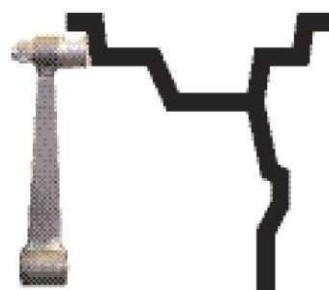

Рис. 10.1
11.2. Данная модель СБ снабжена устройством, позволяющим автоматически вводить диаметр колеса и дистанцию до колеса. Для этого необходимо, взяв за рукоятку, вытянуть из корпуса СБ штангу ввода параметров, подвести палец на конце рукоятки к месту установки корректирующих грузов на внутренней стороне диска (см. рис. 10.1) и удерживать штангу в этом положении до появления звукового сигнала, после чего возвратить штангу в исходное положение. При этом экран
**Примечание:** На маркировке диска указывается диаметр по посадке резины. А с помощью выдвижной штанги вводится диаметр места установки груза, например, на (рис. 10.1) вводится диаметр места установки груза на пружинке, который больше диаметра по посадке резины примерно на 1 дюйм. Поэтому диаметр, введенный выдвижной штангой будет отличаться от диаметра на маркировке диска и шины.